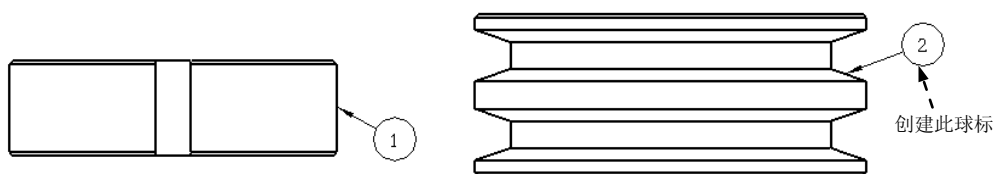

图 5.3.12 手动创建球标（二）
Step6. 重复上述步骤, 创建图 5.3.12 所示的球标。